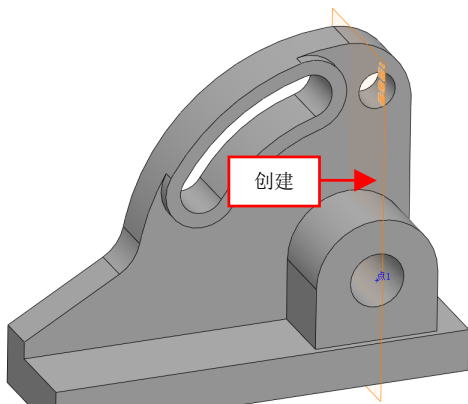

图 14-57 创建基准面 1 对象
(14) 单击【确定】按钮, 即可创建基准面 1 对象, 效果如图 14-57 所示。